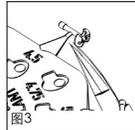

图3
■ **fig. 3** Separatorul selectat pentru măsurare va fi tăiat cu ajutorul unei microfajurci (REF 8000 172) și transportat în urechea medie cu ajutorul unui aspirator sau a unui alt instrument microchirurgical.
■ 图 3 用显微剪刀将需要的测量头剪下,并用吸引器或其他显微器械将其放入中耳。(REF 8000 172)